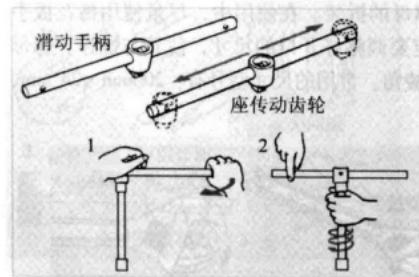
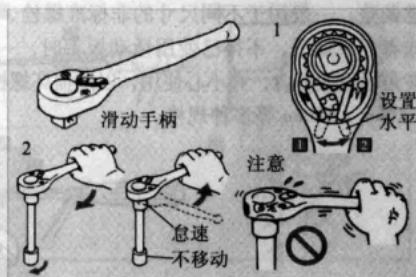

图 1-7
图 1-8
- (1) 使用时根据螺栓、螺母的尺寸选择好相应的套筒。
- (2) 将套筒套在快速摇柄或者棘轮手柄的方形端头上，视需要可以与接杆或短接杆配合使用，如图 1-7 和图 1-8 所示。